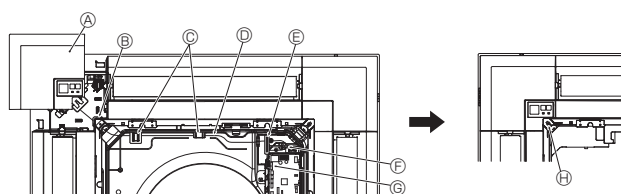

Fig. 9-9
9.4.5. Signaalontvanger installeren (Fig. 9-9)